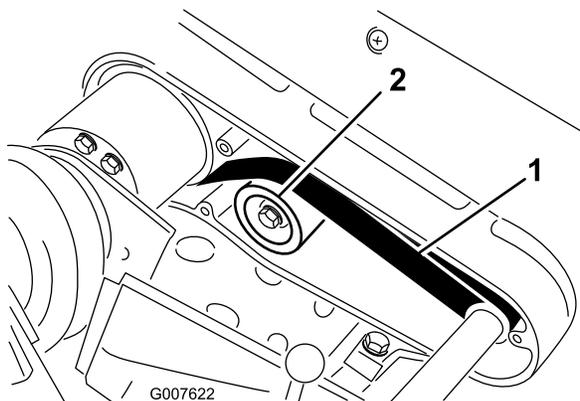

Figura 42
2. Controllate la tensione premendo la cinghia al centro tra le pulegge (Figura 42) con una forza di 22–26 N. La cinghia deve flettersi di 6 mm.
- A. Allentate il dado di fissaggio della puleggia tendicinghia e ruotate la puleggia in senso orario verso il retro della cinghia, fino a ottenere la tensione desiderata (Figura 42).